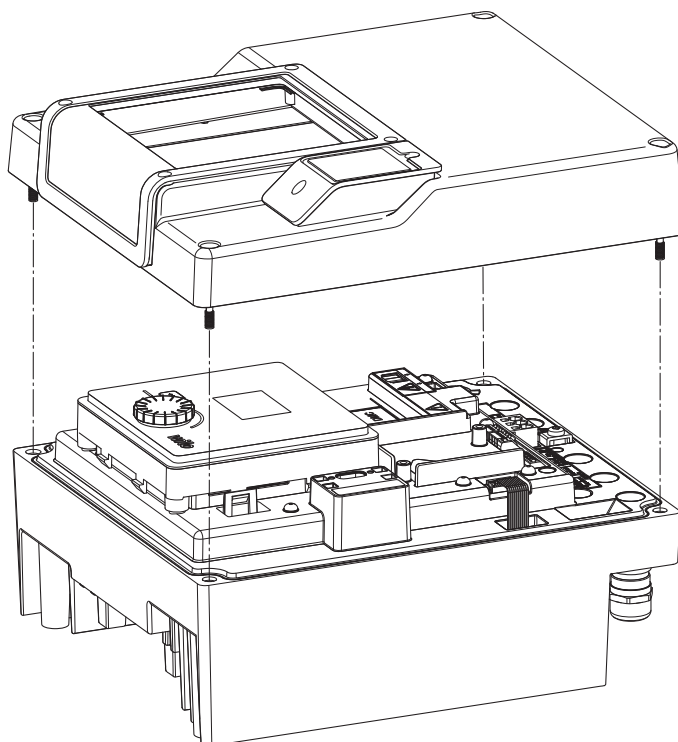

Fig. 45: Odpiranje pokrova elektronskega modula
- Odprite pokrov elektronskega modula. (Fig. 45).